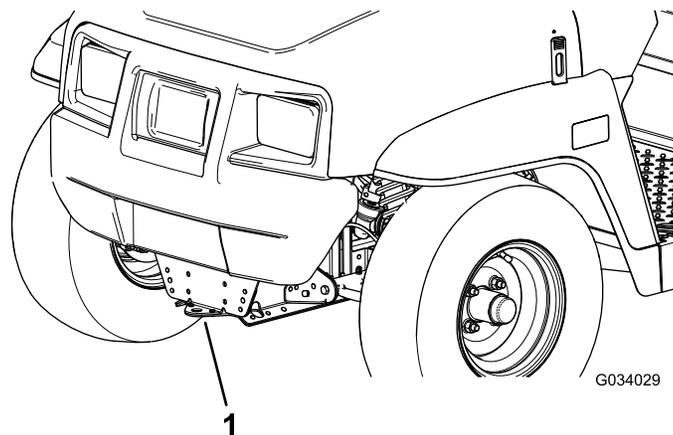
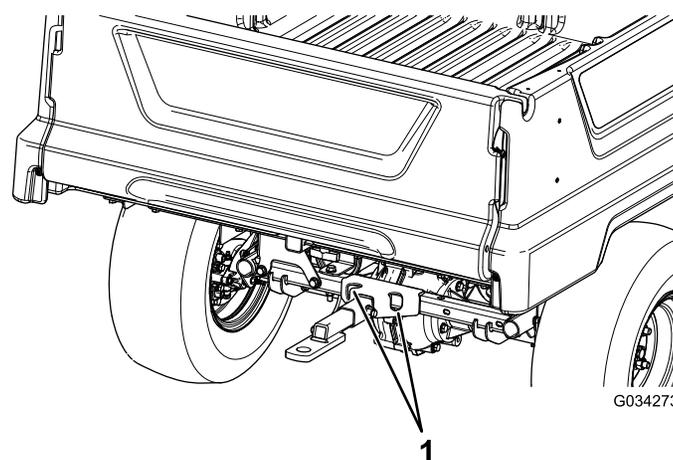

Figura 20
Figura 21
Usate un rimorchio con rampe a larghezza integrale per spostare la macchina su lunghe distanze. Accertatevi che la macchina sia ben fissata al rimorchio. Vedere Figura 20 e Figura 21 per conoscere la posizione dei punti di attacco sulla macchina.
2. Fissate una fune di traino al timone sulla parte anteriore del telaio della macchina (Figura 20).